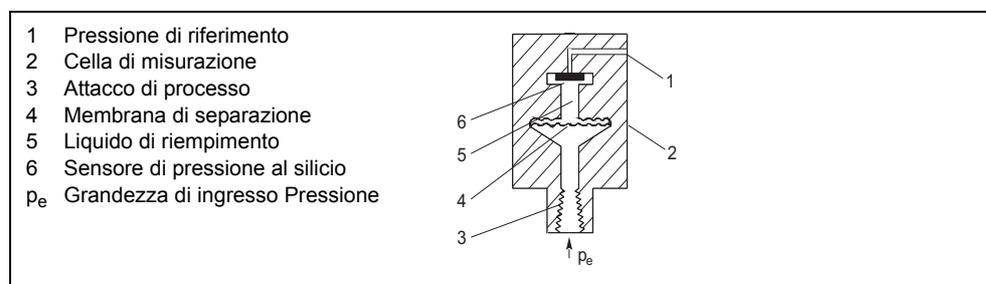

Figura 6 Cella di misurazione di pressione, schema funzionale
La pressione p_e viene condotta alla cella di misurazione (2) tramite l'attacco di processo (3, Figura 6, p. 18). Poi essa viene trasmessa sul sensore di pressione al silicio (6) attraverso la membrana di separazione (4) e il liquido di riempimento (5) deviando dunque la membrana di misurazione del sensore al silicio. Quattro piezoresistenze posizionate nella membrana di misurazione collegate a ponte modificano il proprio valore di resistenza. Il cambiamento del valore di resistenza provoca una tensione di uscita del ponte proporzionale alla pressione di ingresso. I trasmettitori con i campi di misura ≤ 63 bar misurano la pressione di ingresso verso l'atmosfera, quelli con campi di misura ≥ 160 bar verso il vuoto.